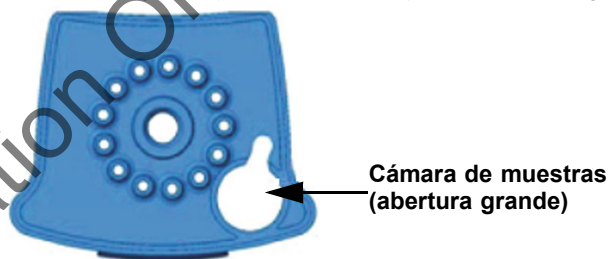

Figura 2. Cartucho del Xpert Xpress Strep A (vista superior)
- Para transferir la muestra de paciente al cartucho, apriete el bulbo de la pipeta de transferencia por completo para vaciar el contenido de la pipeta en la abertura grande (cámara de muestras) mostrada en la Figura 2.
2. Abra la tapa del cartucho. Con una pipeta de transferencia limpia de 300 µl, transfiera 300 µl (una extracción) de la muestra NATrol a la cámara de muestras que tiene la abertura grande en el cartucho (Figura 2).
6. Para transferir la muestra de paciente al cartucho, apriete el bulbo de la pipeta de transferencia por completo para vaciar el contenido de la pipeta en la abertura grande (cámara de muestras) mostrada en la Figura 2.